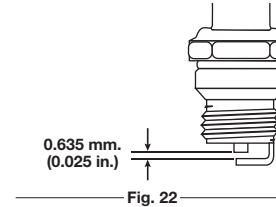

Fig. 22
3. Remplacez toute bougie fendillée, encrassée ou sale. Réglez l'écartement à 0,635 mm (0,025 po) à l'aide d'une jauge d'épaisseur (Fig. 22).